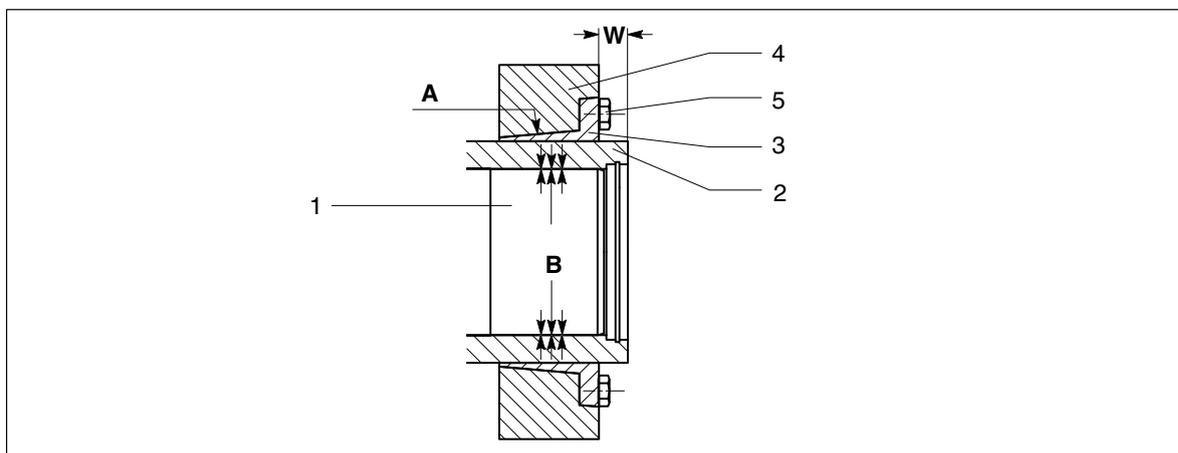

Figura 51: Montaggio della piastra di calettamento
- Le superfici coniche dell'anello interno e dell'anello esterno (3 e 4, vedi figura 51) devono essere prive di grasso e di olio.
- Applicare un sottile strato uniforme di lubrificante sulle superfici coniche dell'anello interno e dell'anello esterno (3 e 4, vedi figura 51).
- Applicare lubrificante sulle superfici di appoggio e sui filetti delle viti di serraggio (5, vedi figura 51).